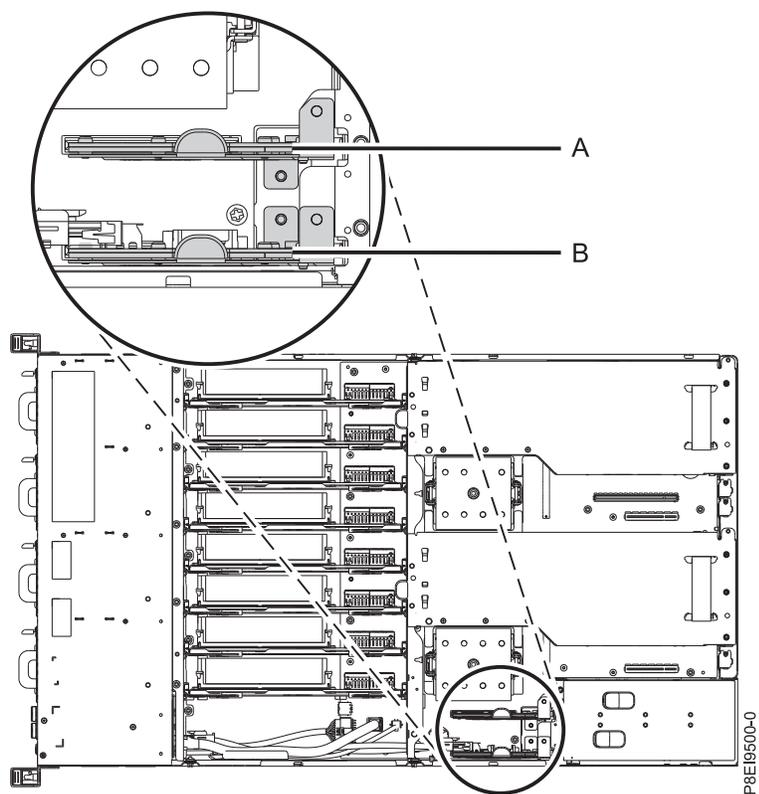

図 46. 電源ライザーの位置
3. 電源ライザーの位置を確認します。51 ページの図 46 は、8335-GCA または 8335-GTA システム内の電源ライザーの位置を示しています。電源ライザー **(B)** には、時刻バッテリーおよびファン電源ケーブルのコネクターが収容されています。